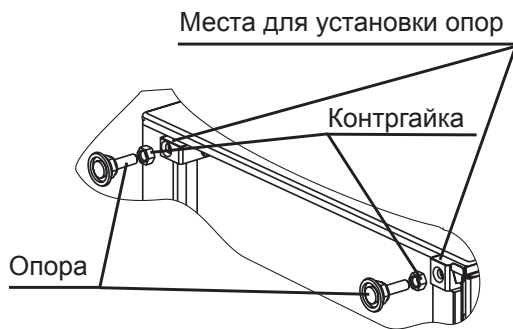

рис. 5
2. При комплектации 2 опорами и 2 гайками, вывернуть из бетонного основания сзади плиты короткие опоры и ввернуть их в передние кронштейны, предварительно выставив их на нужную высоту. Затем длинные опоры, находящиеся в пакете с комплектующими, ввернуть в резьбовое отверстие бетонного основания, также выставив опоры на нужную высоту (см. рис. 5).